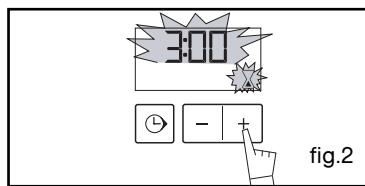

fig.2
- Stel de gewenste tijd in door op de toetsen + of - te drukken (fig.2) (max. 60 minuten).